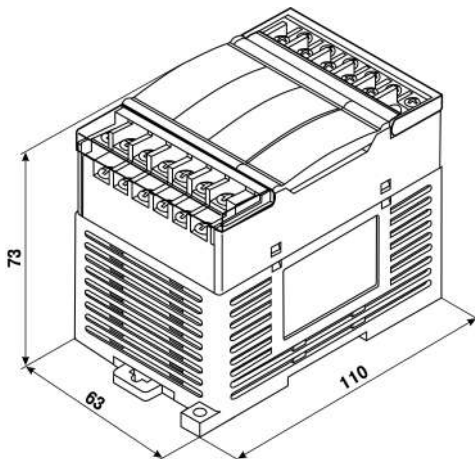
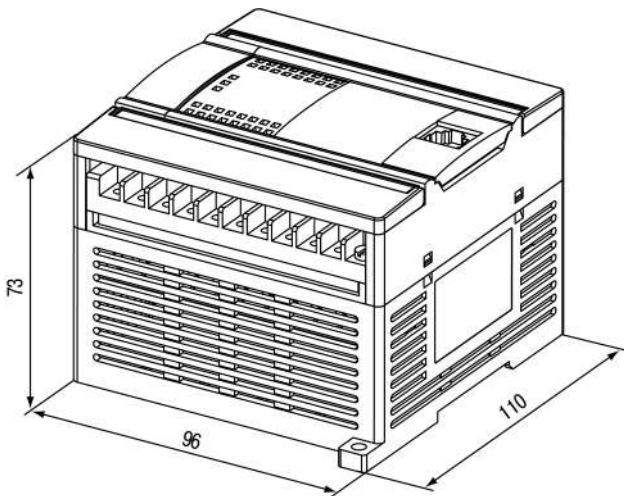

Рисунок 5.1 – Габаритний кресленник ПР110-х.8х.4х
Рисунок 5.2 – Габаритний кресленик ПР110-х.12х.8х
1. Переконайтеся у наявності вільного простору для підключення пристрою і прокладання проводів (див. *рисунок 5.1* і *рисунок 5.2*).